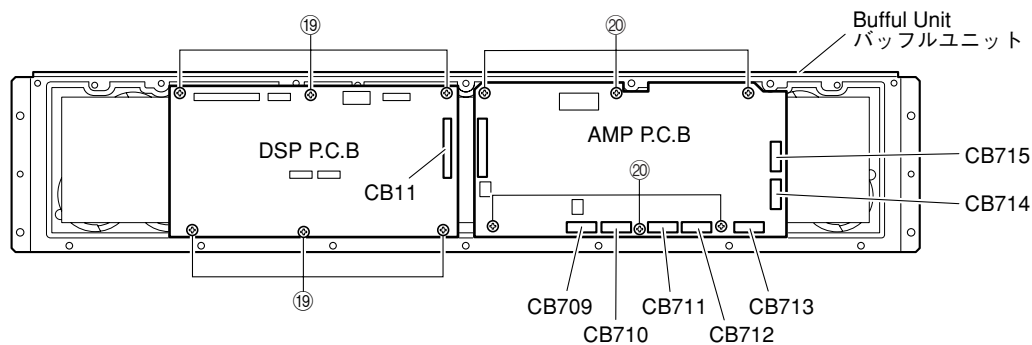

Fig. 6
- Remove connector CB11. (Fig. 6)
- Remove 6 screws (19). (Fig. 6)
- Remove the DSP P.C.B.. (Fig. 6)
- コネクタ-CB11を外します。(Fig. 6)
- 19のネジ6本を外します。(Fig. 6)
- DSP P.B.C. を取り外します。(Fig. 6)
- Remove connectors CB709, CB710, CB711, CB712, CB713, CB714 and CB715. (Fig. 6)
- Remove 6 screws (20). (Fig. 6)
- Remove the AMP P.C.B.. (Fig. 6)
- コネクタ-CB709~715を外します。(Fig. 6)
- 20のネジ6本を外します。(Fig. 6)
- AMP P.B.C.を取り外します。(Fig. 6)